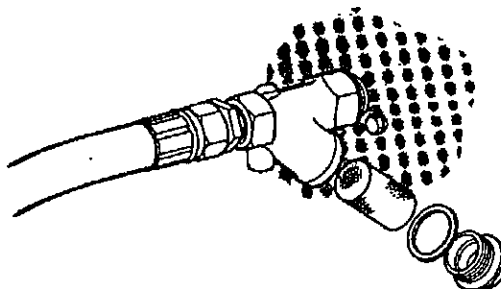

fig. 13
- Remove the hexagonal plug located on the lower side of the filter (*fig. 13*).
- Desmontar el tapón exagonal de la parte inferior del filtro (*fig. 13*).
- Démontez le bouchon hexagonal du dessous du filtre (*fig. 13*).